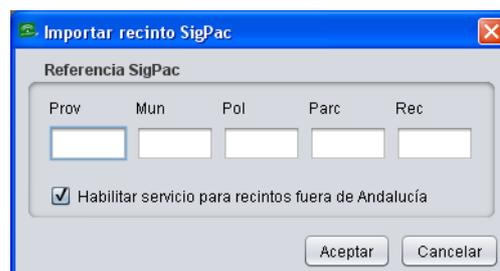

Fig. 147
**Opción 1. Acudir al menú “Declaraciones – Delimitación de superficies - Importar - Recinto Sigpac”.** En la ventana que aparece se debe introducir la referencia Sigpac del recinto a importar (Fig. 147), y al pulsar “Aceptar” el recinto cuyas referencias se han detallado se incorpora a la explotación de trabajo.